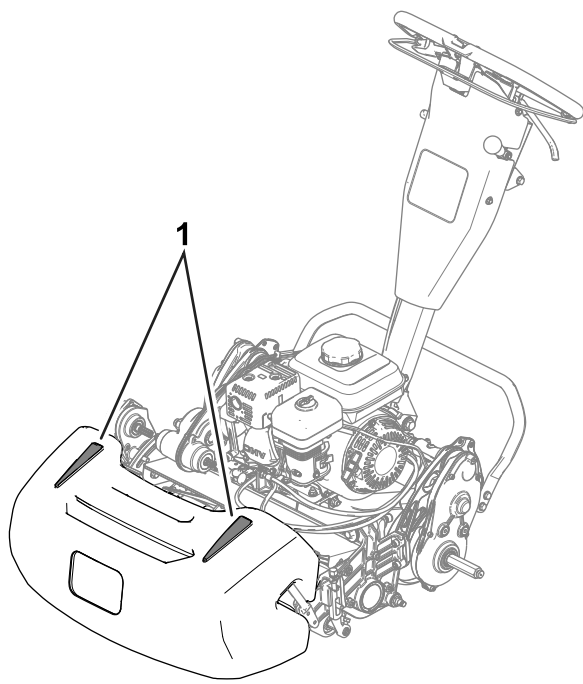

図 24
- 真っ直ぐに刈るコツの一つは、集草バスケットに付いているマークを目安にして、となりの刈り跡と平行に、常に一定の距離をおいて歩くことです **図 24**。